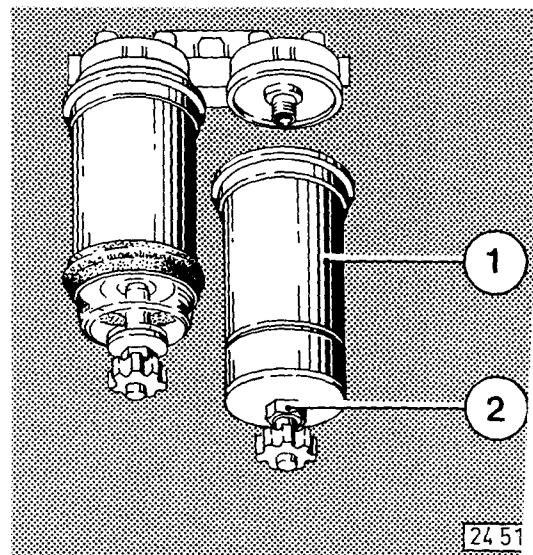

Fig. 58
- Lösen der Filterpatrone 1 (Fig. 58) dient der Sechskant 2 am unteren Teil.